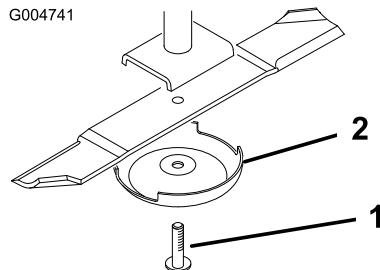

Bild 141
3. Entfernen Sie die Messerschraube, die Antiskalpierkuppe und das Messer von der Spindelwelle (Bild 141).